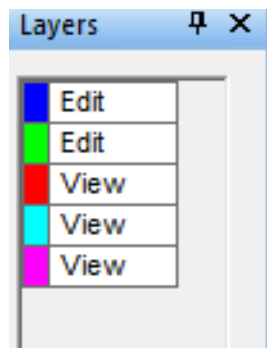

Figura 78. Estado de las capas.
39. Diríjase a la parte izquierda del software y sobre las capas, pulse clic hasta dejar la capa perforación (Drill) y capa inferior (Bottom Copper) en estado editar (Edit), las demás déjelas solamente en view como se muestra en la figura 78.